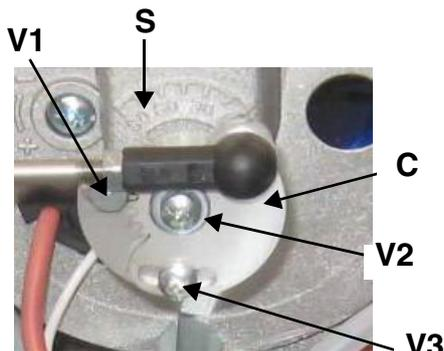

Рис. 19
- 16 При возникновении необходимости подкорректировать расход газа, отрегулированный согласно пунктов 1 и 2 этого параграфа, ослабить винт **V1** (Рис. 19) и отрегулировать угол раскрытия дроссельного клапана, вращая пластинку **C**, воздействуя на винт **V3** (вращение по часовой стрелке - для уменьшения расхода газа, а против часовой стрелки - для увеличения). Индикатор **S** указывает угол раскрытия.